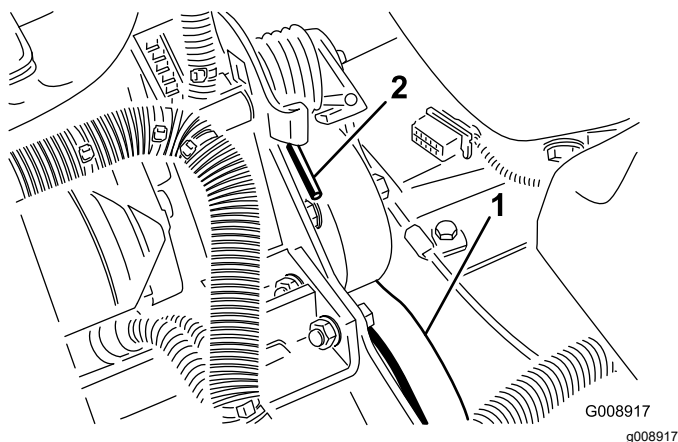

Рисунок 62
2. Нажмите вниз и вперед на конец пружины (Рисунок 62), чтобы вывести ее из зацепления с кронштейном и снять натяжение пружины.